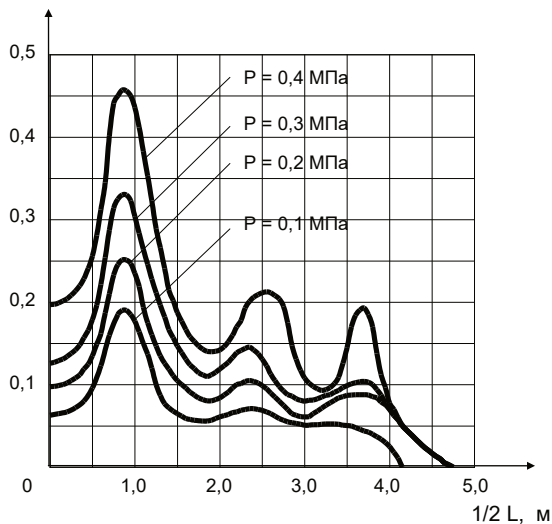

Рис. 2. Эпюры удельного расхода, Ду 8 мм.
Эпюры удельного расхода по глубине водяной завесы q в зависимости от ширины завесы L при различных значениях давления перед оросителем P и размещении оросителя на высоте 3 м приведены на рис. 2 и 3.
- Для обеспечения эстетичности монтажа оросителей используются декоративные цоколи (рис.2):
- плоские (открытая установка) – рис. 2а.
- фасонные (полускрытая установка) – рис. 2б и 2с.
Рис. 2а
Рис. 2б
Рис. 2с